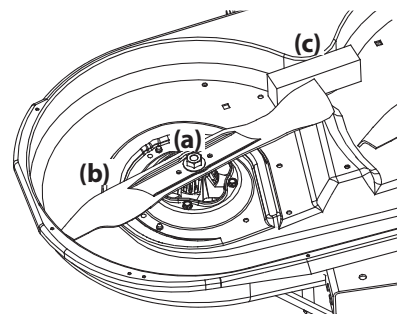

Figure 58
2. À l'aide d'une clé de 15/16", retenez l'écrou sur le haut de la fusée, puis desserrez l'écrou hexagonal (a) qui fixe la lame (b) à la fusée. Pour desserrer plus facilement l'écrou hexagonal (a) qui fixe la lame, placez un petit bloc de bois (c) entre le plateau de coupe et le tranchant de la lame (b). Voir Figure 58.